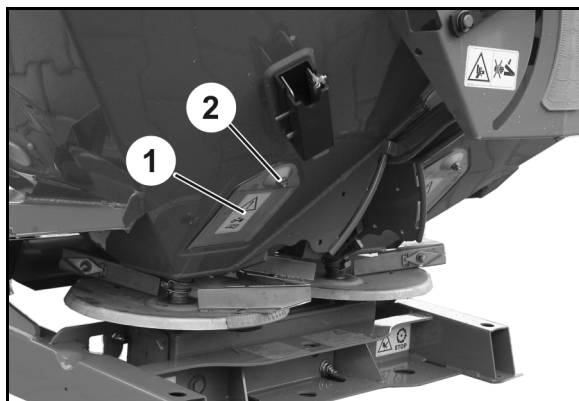

Bild 85
ZA-X är försedd med 2 tömningsluckor (Bild 85/1) för tömning av restmängder.
2. Lossa muttern (Bild 85/2).